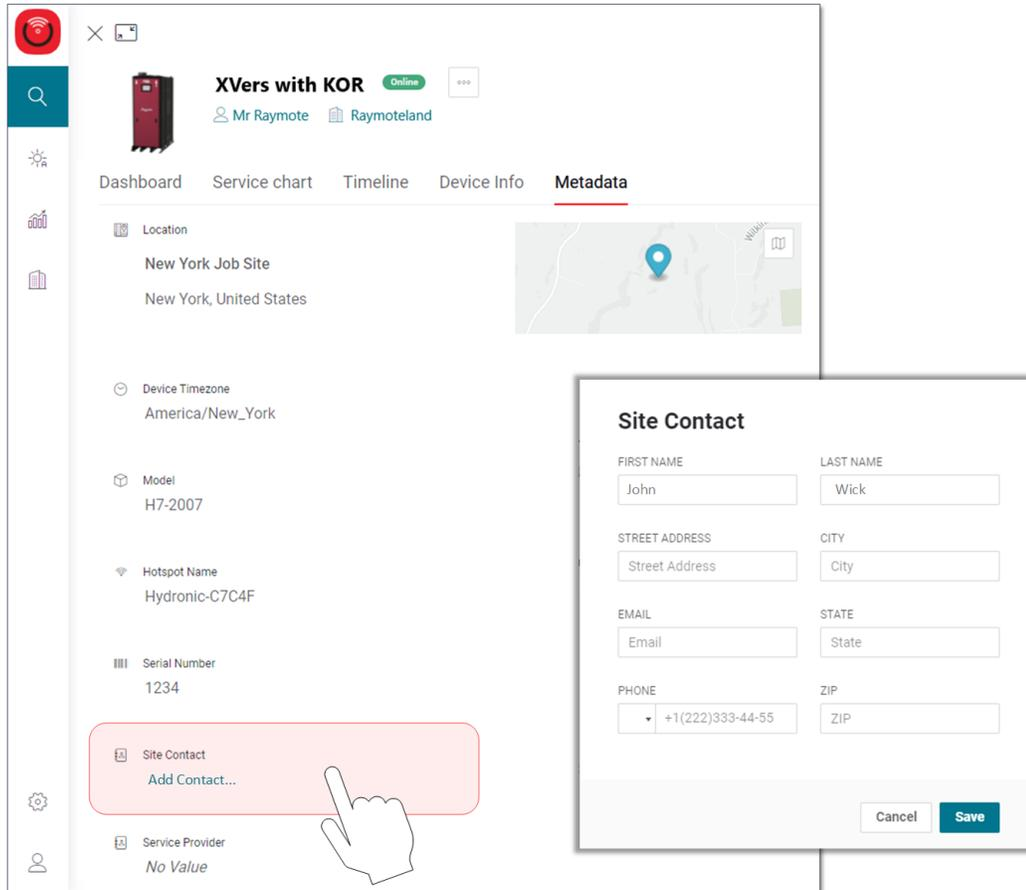

Figure 58. Mise à jour des renseignements descriptifs
1. Sélectionnez "Metadata" dans le menu supérieur, voir **Figure 58**.